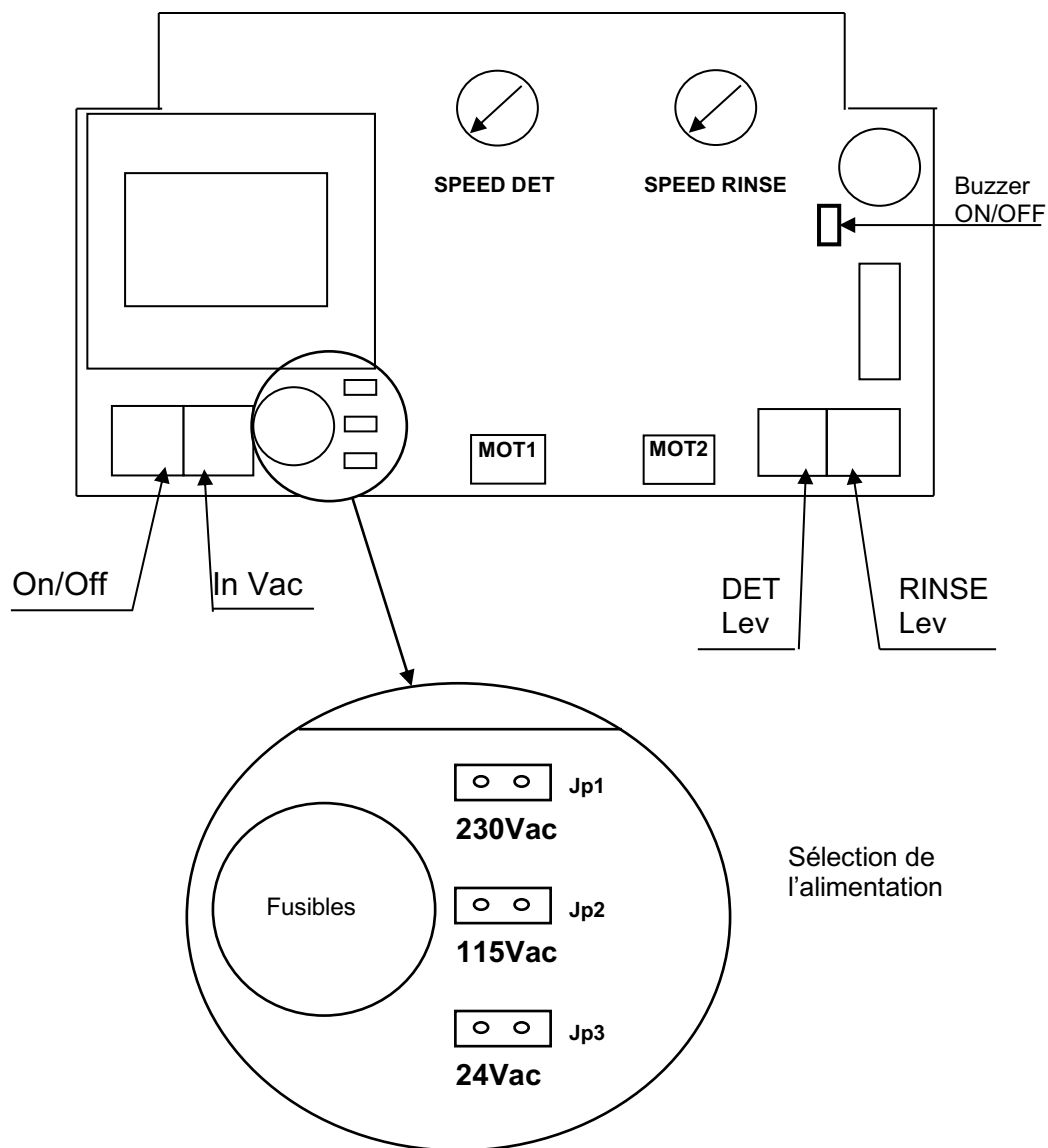

Figure 6
- Brancher la sonde de niveau de détergent au connecteur **Det Lev** et la sonde de niveau de produit de rinçage au connecteur **RINSE Lev (voir Figure 6)**.
Quand le détergent est dosé, la LED 1 est verte/ON. La sonde de niveau étant branchée, quand le liquide en cours de dosage atteint le niveau minimum, l'alarme sonore s'active et la LED 1 devient rouge. Pour faire cesser l'alarme sonore, enlever le cavalier qui se trouve à côté (voir fig. 6).
Quand le produit de rinçage est dosé, la LED 2 est verte/ON. La sonde de niveau étant branchée, quand le liquide en cours de dosage atteint le niveau minimum, l'alarme sonore s'active et la LED 2 devient rouge. Pour faire cesser le signal sonore, enlever le cavalier qui se trouve à côté (voir fig. 6)